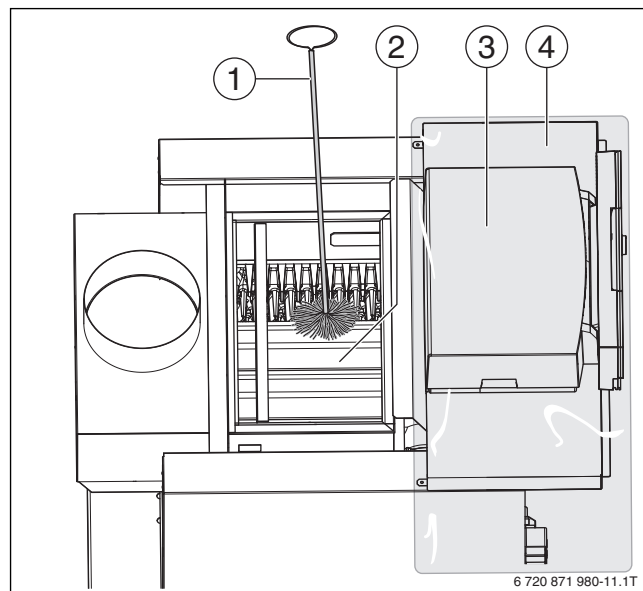

Рис. 45 Чистка газоотводящих каналов
- ▶ Снимите крышку люка для чистки с коллектора дымовых газов (→ рис. 45 [2], стр. 37).